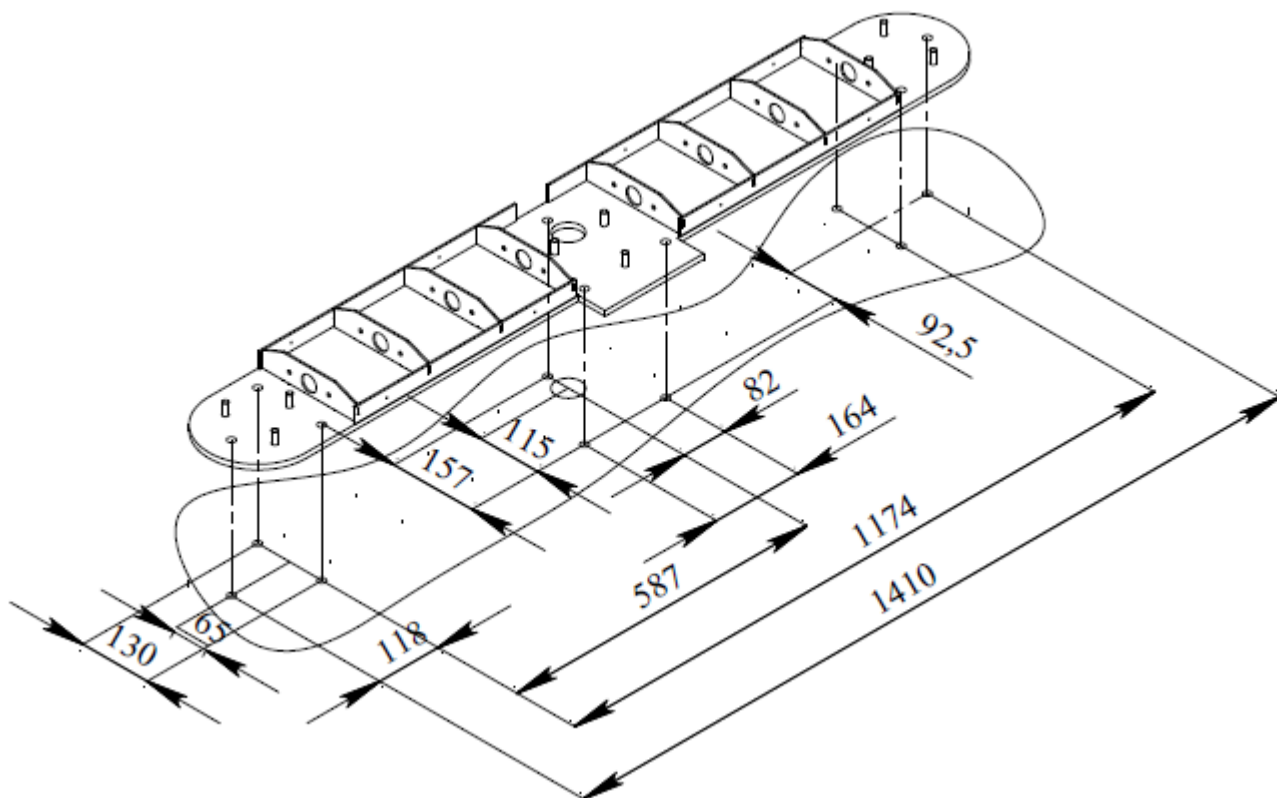
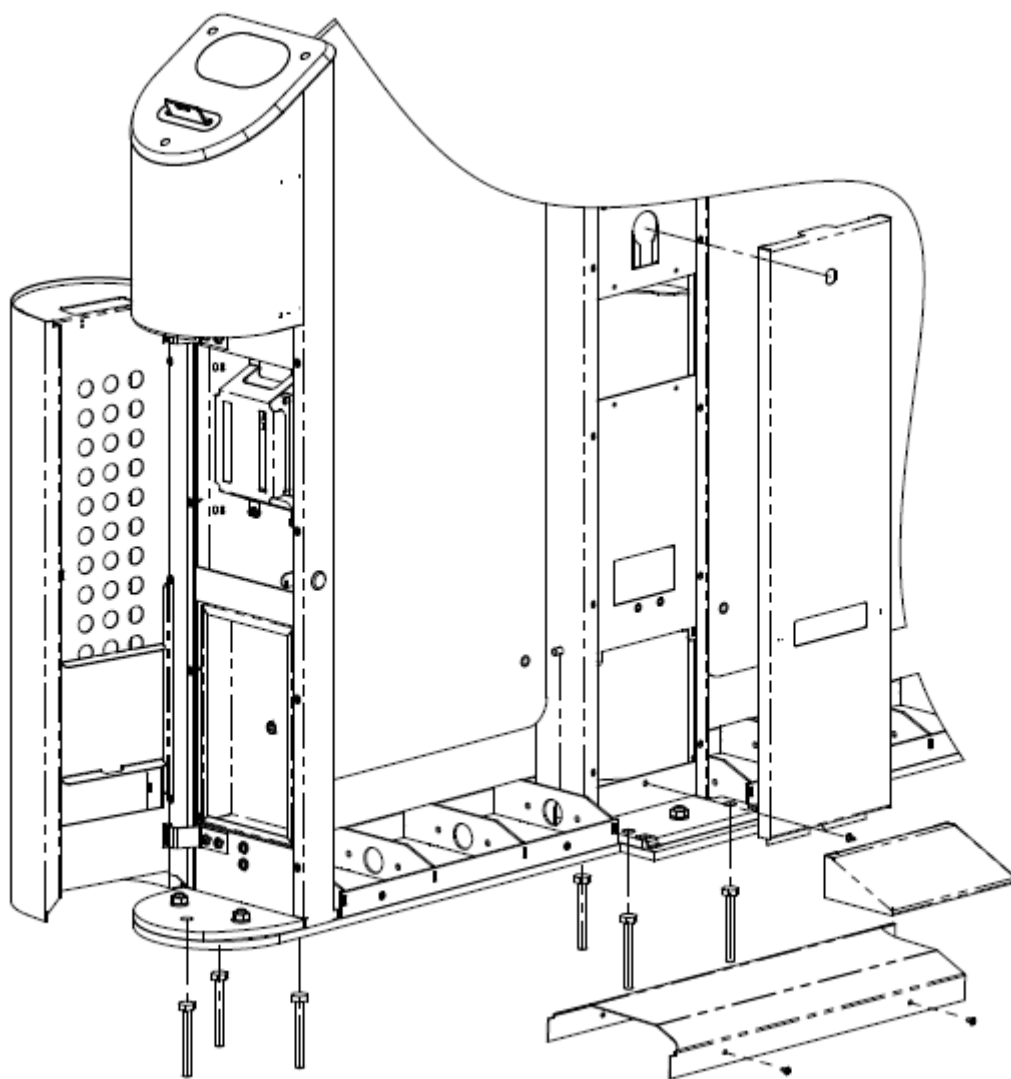
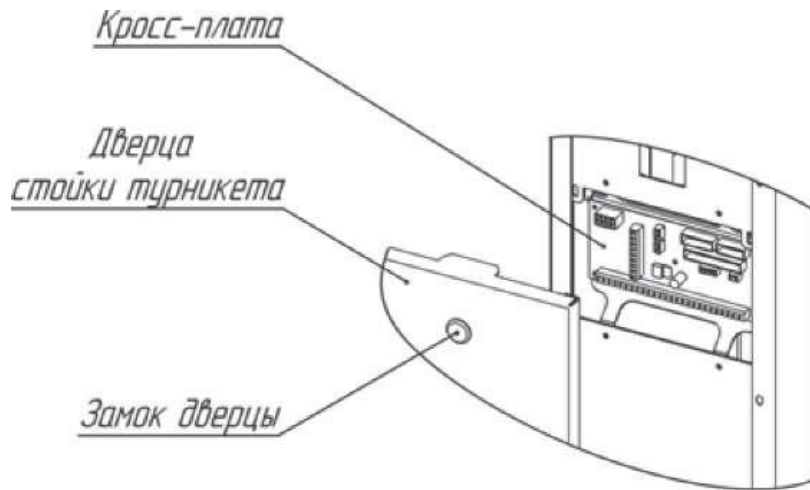

Рис. 5. Установочные размеры.
Рис. 6. Схема установки турникета.
Рис. 7. Расположение кросс-платы на стойке турникета.
6.2.3. По размерам, указанным на рис. 5, подготовьте отверстия диаметром 20мм в полу под анкеры крепления стойки турникета. Глубина закладного отверстия должна превышать длину анкера на 5мм. Вставьте анкеры в отверстия.
6.2.4. Подводка кабелей производится через отверстия (рис. 5) в нижней плите турникета. Необходимо подготовить штробу для прокладки кабелей.
6.2.7. Установите стойку турникета на подготовленную площадку (рис. 5). Используя ключ, откройте замок и снимите дверцу (рис. 6). Заведите в корпус турникета кабели от ПУ, БП и, при необходимости, кабели СКУД и ОПС. Подводка кабелей производится через отверстия в нижней плите турникета (рис. 5). Закрепите кабели пластиковыми стяжками.
необходимости используйте стальные прокладки требуемой толщины для правильной установки. Ключом для винта с внутренним шестигранником S10 закрепите стойку турникета винтами М 12 (рис. 6), закрутив их в соответствующие анкера. Установите крышку основания (рис. 6) и зафиксируйте ее винтом М6, приложенном в комплекте поставки (3, рис. 6). Установите дверцу (рис. 6) в исходное положение и закройте ее на замок.
Подключение питания, пульта управления и СКУД осуществляется с помощью кросс-платы. Для этого необходимо открыть дверцу (рис. 6) стойки турникета, используя ключ. На рис. 7 показано расположение кросс-платы на стойке турникета.